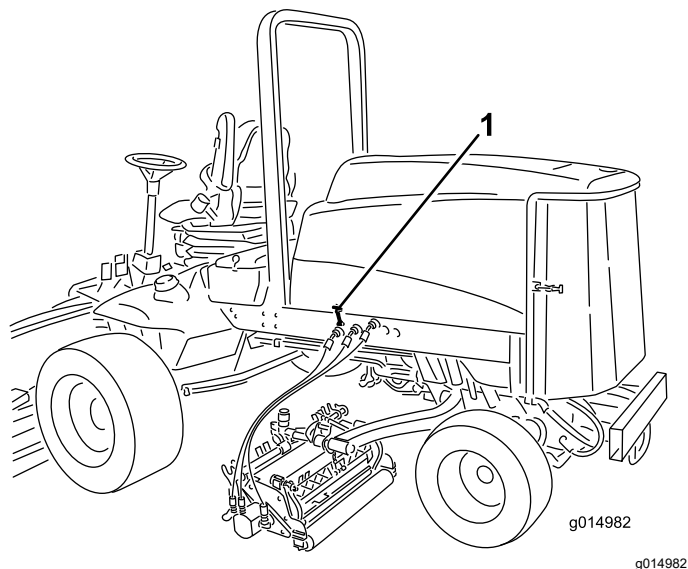

Figure 63
1. Déverrouillez le capot (Figure 63) et faites-le pivoter pour l'ouvrir.